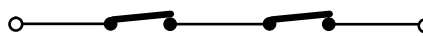

Fig. 12
**N.B. Si deux dispositifs ou plus ont la même fonction (ouverture ou fermeture), ils faut les connecter en série entre eux (voir fig. 12). Il est nécessaire d'utiliser des contacts N.F.**
Pour installer plusieurs dispositifs de STOP, connecter les contacts N.F. en série (voir fig.12).